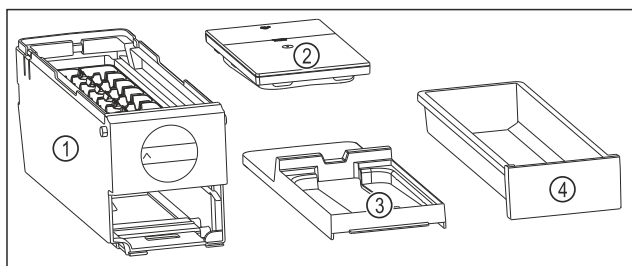

Fig. 123 Компоненти EasyTwist-Ice
- EasyTwist-Ice складається з чотирьох частин. (див. Fig. 123)
- Розбирайте EasyTwist-Ice тільки на зображені компоненти. (див. Fig. 123)
- Очистіть корпус EasyTwist-Ice Fig. 123 (1) без розбирання.